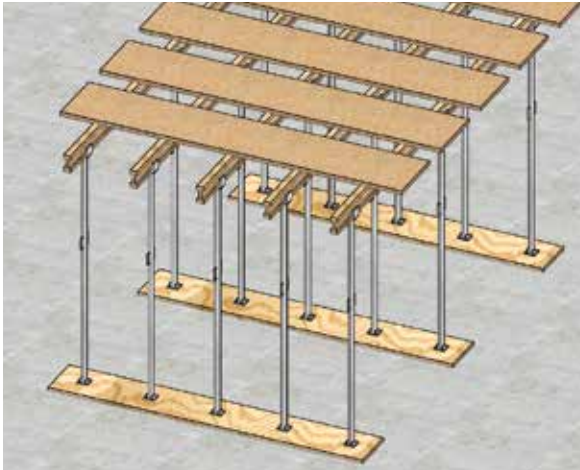

Fig. 1 : Pose et mise à niveau des planches ou bastaings
- planches ou bastinges, clouées provisoirement sur les poutrelles primaires (fig. 1),